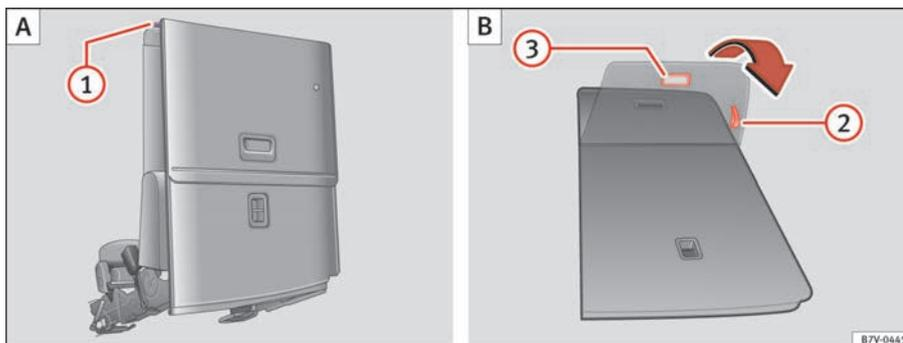

Abb. 96 Dritte Sitzreihe: Rücksitz in Ladebodenposition klappen (A) und zurückklappen (B).
- Gegebenenfalls Hebel ⇒ Abb. 96 (2) ziehen, um den Rücksitz in Längsrichtung in die gewünschte Position zu verschieben.
- Griff ⇒ Seite 153, Abb. 96 ① nach hinten ziehen und Rücksitzlehne nach vorn drücken. Der komplette Rücksitz klappt nach vorn ⇒ ⚠ und auch die Sitzfläche schwenkt selbsttätig nach vorn.
- Schlaufe ⇒ Seite 153, Abb. 96 ② ziehen, um die Sitzabdeckung zurückzuklappen.
- Griff ⇒ Seite 153, Abb. 96 ③ ziehen. Der komplette Rücksitz klappt nach hinten.